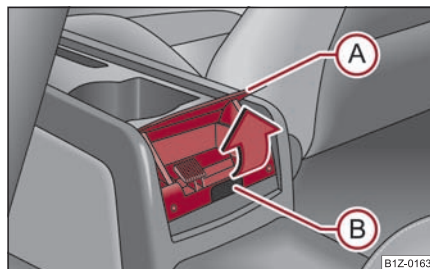

Fig. 117 Consola centrală inferioară: Scrumiera spate
- Prindeți capacul scrumierei de partea de jos (A) și rabatați-l în sensul săgeții ⇒ fig. 117.